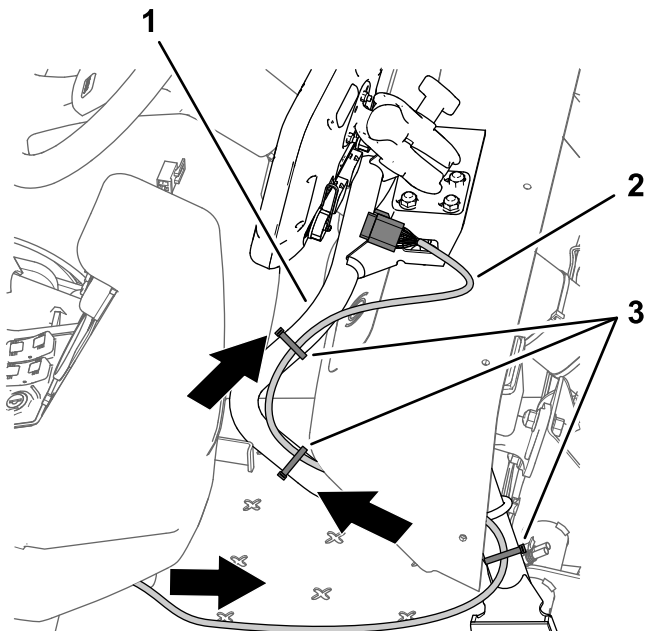

Figure 205
1. Acheminez la branche de 220 cm du faisceau de données (branche dotée du connecteur à 26 douilles) vers l'avant et sous la planche de bord (Figure 205).
2. Acheminez la branche de 220 cm du faisceau de données le long du tube de support du moniteur (Figure 205)
4. Vérifiez que la branche de 220 cm du faisceau de données est assez détendue pour permettre à l'opérateur d'ajuster la position du moniteur, et fixez le faisceau au tube de support du moniteur avec des serre-câbles, comme montré à la Figure 205.